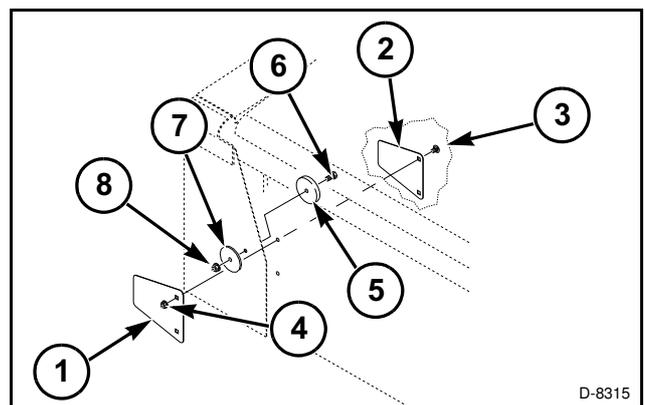

FIG. 12
FIG. 12: Coloque las placas (1 y 2) en las cortinas, tal como se muestra, con pernos de transporte de 5/16-18 x 1/2 (3) y tuercas de bloqueo dentadas de brida de 5/16-18 (4). Coloque la placa grande (1) delante de la cortina y la placa pequeña (2) detrás de la cortina.